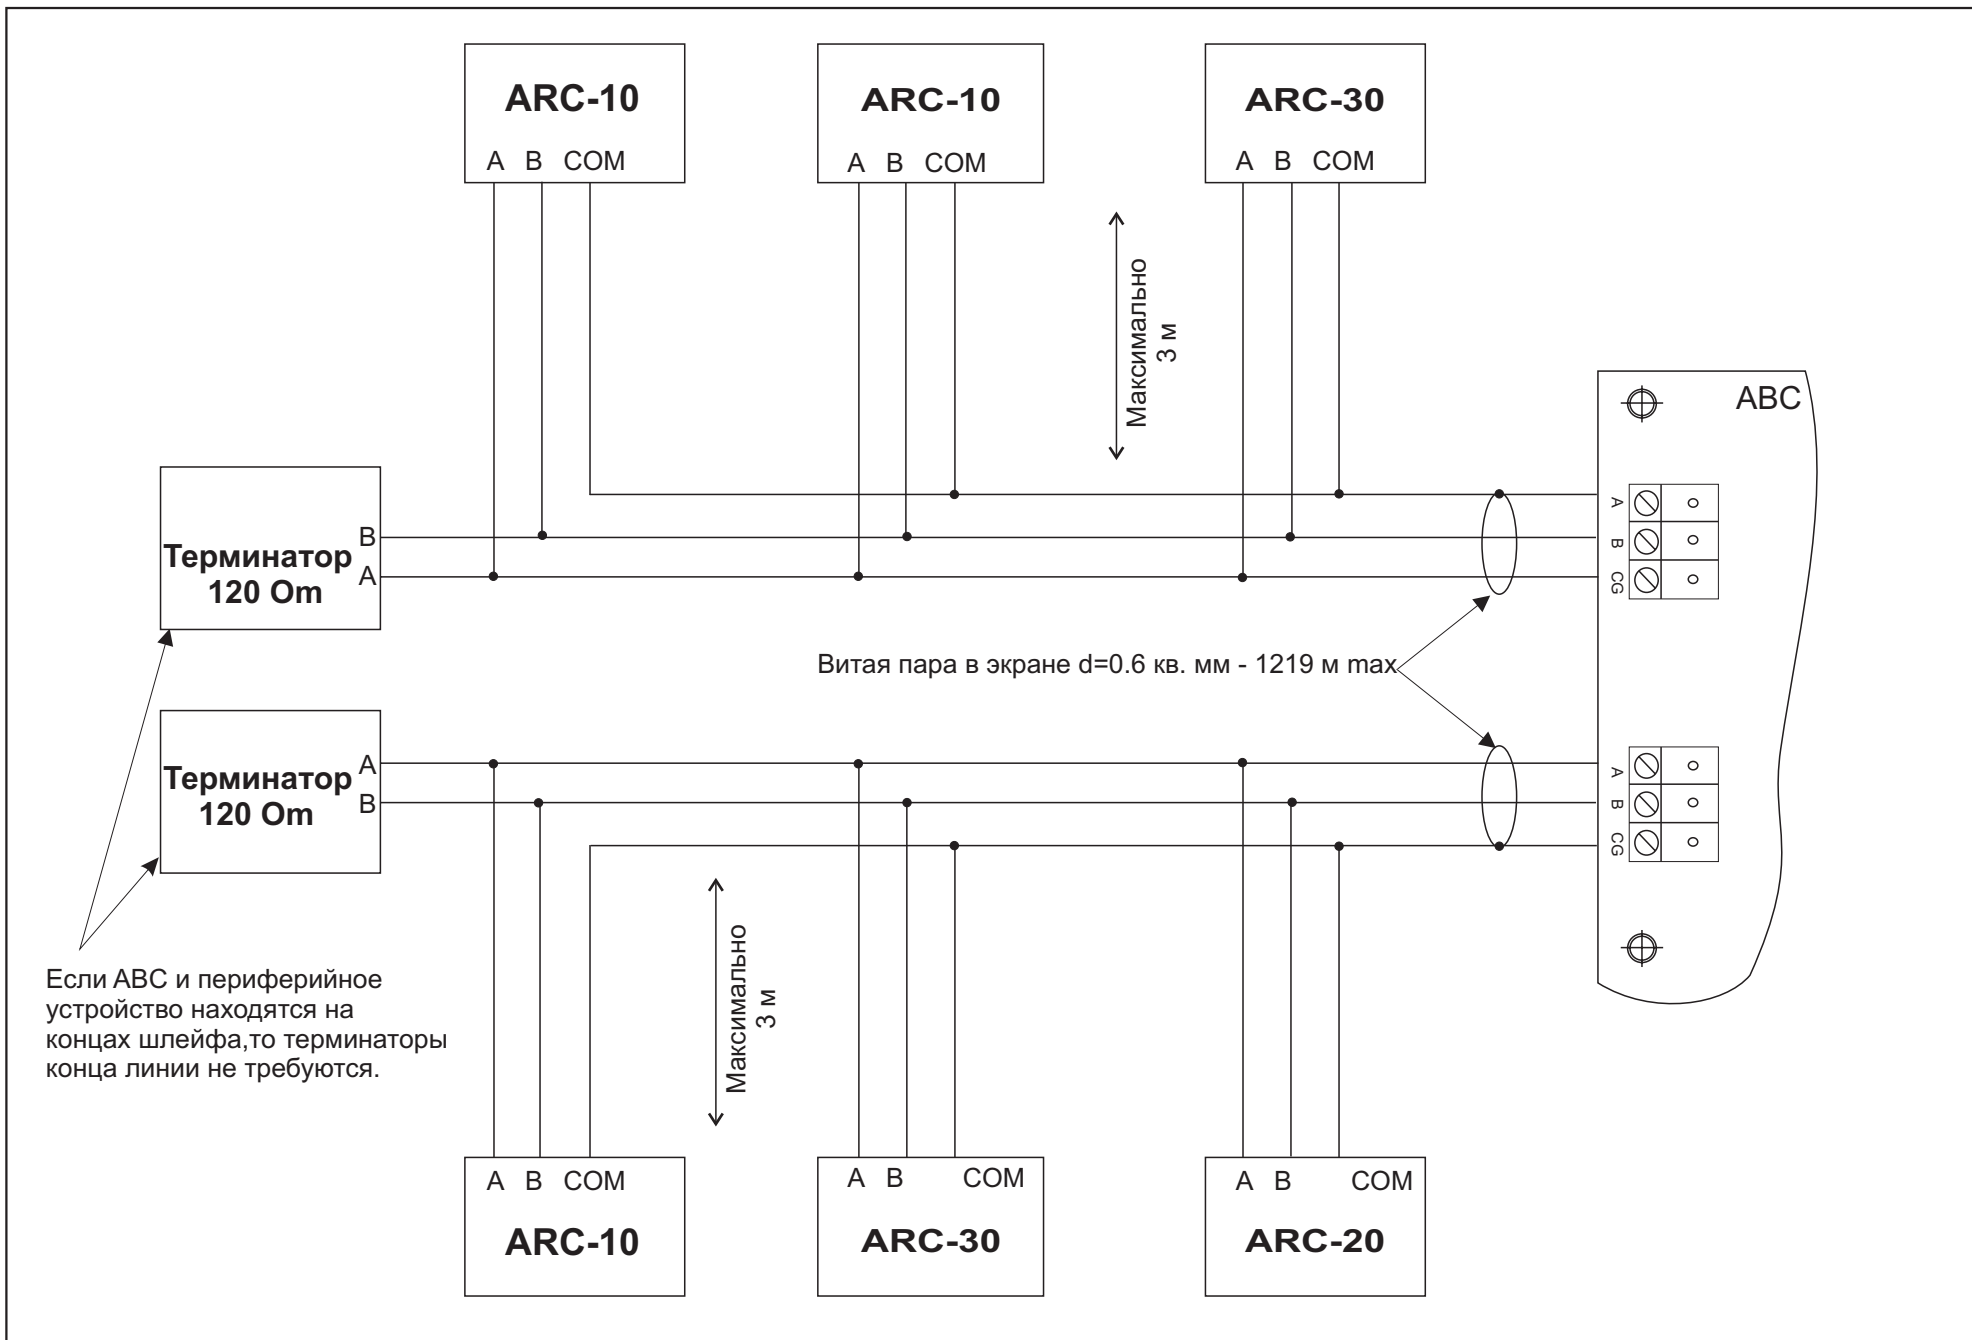

Рис.3. Подсоединение периферийных устройств к контроллеру ABC.
**ВНИМАНИЕ! Все устройства, подключенные к линии RS-485, должны быть соединены между собой проводом «сигнальный общий» - земля. Допускается использовать в качестве «общего» провода экран кабеля, смотри рисунок 3.**